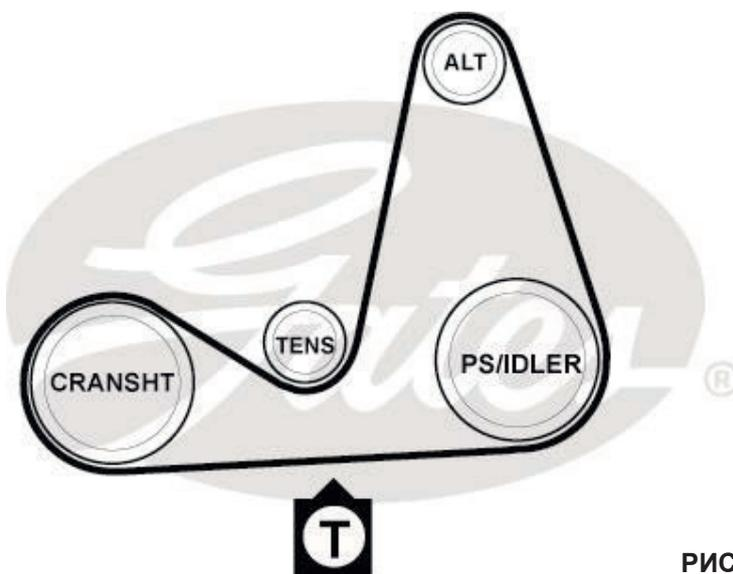

РИС. 1
8. Натяжение ремня: этот ремень должен быть натянут с большим усилием (используйте инструмент Mot.1638, оригинальный номер 0000163800), чем оригинальный ремень привода. Измерение натяжения нужно производить в нижней части привода между коленвалом и насосом усилителя руля (или направляющим роликом для автомобилей без усилитель руля) (рис.1).